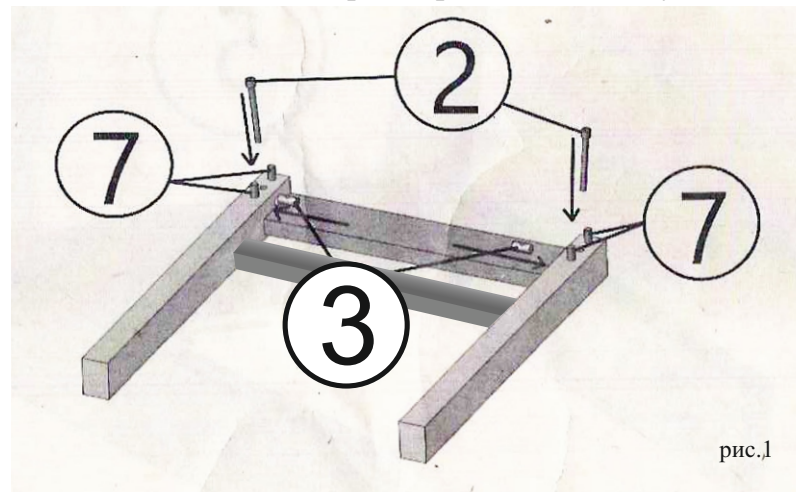

рис.1
Вложить гайки-бочонки (3) в отверстия и совместить резьбу на ней с отверстием для болтов. Наживить болты (4) (рис.1), установить шканты (7) в отверстия рядом с болтами